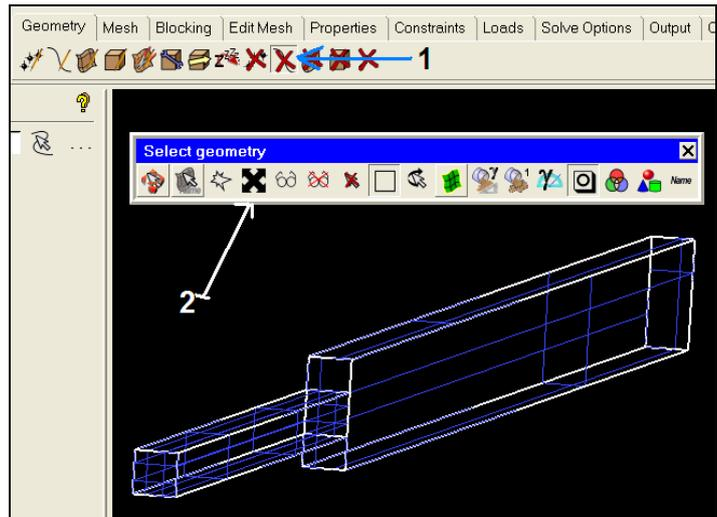

Figure 8
Avant de nommer les surfaces supprimer toutes les lignes en suivant les instructions de la figure 8.
*Remarque* : En ce qui concerne la commande 1 de la figure 8 il faut cliquer avec le bouton droit de la souris sur **Parts** pour faire apparaître la liste déroulante.
Remarque : En ce qui concerne la commande 1 de la figure 8 il faut cliquer avec le bouton droit de la souris sur **GEOM** pour faire apparaître la liste déroulante.